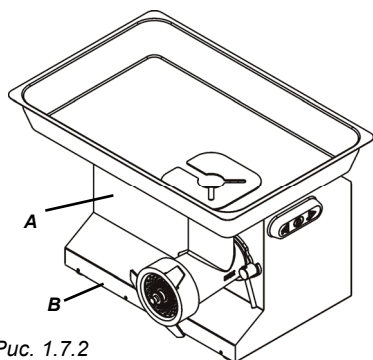

Рис. 1.7.2
1.7.1 - Таблички с предупреждающими знаками и символами опасности (рис. 1.7.2)